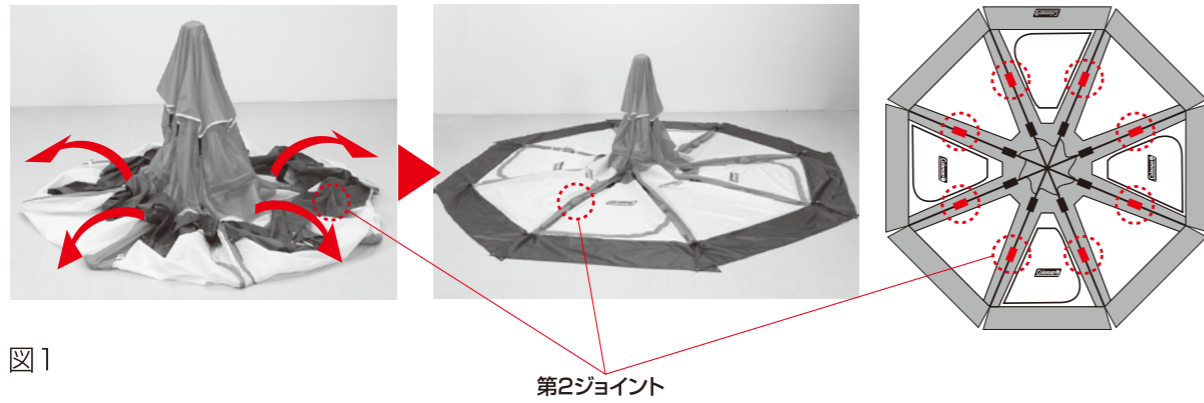

図1
**STEP 1** シェルターをキャリーバッグから取り出し下のようを広げ、第2ジョイント(8ヶ所)を伸ばし広げます。ジョイントは確実に伸ばしてください。(図1)